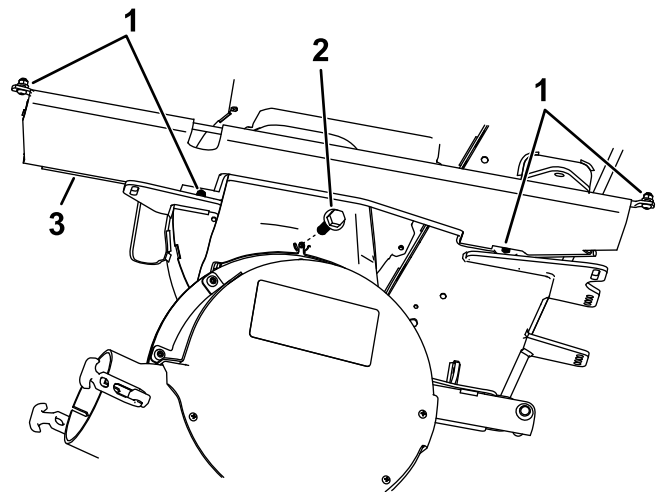

Bild 3
4. Befestigen Sie die neue Abdeckung mit den vorhandenen Befestigungen am Rahmen und Mähwerk (**Bild 3**).
5. Setzen Sie die Schraube ($\frac{1}{4}'' \times \frac{5}{8}''$) in das Loch ein, von dem Sie das Handrad entfernt haben (**Bild 3**).